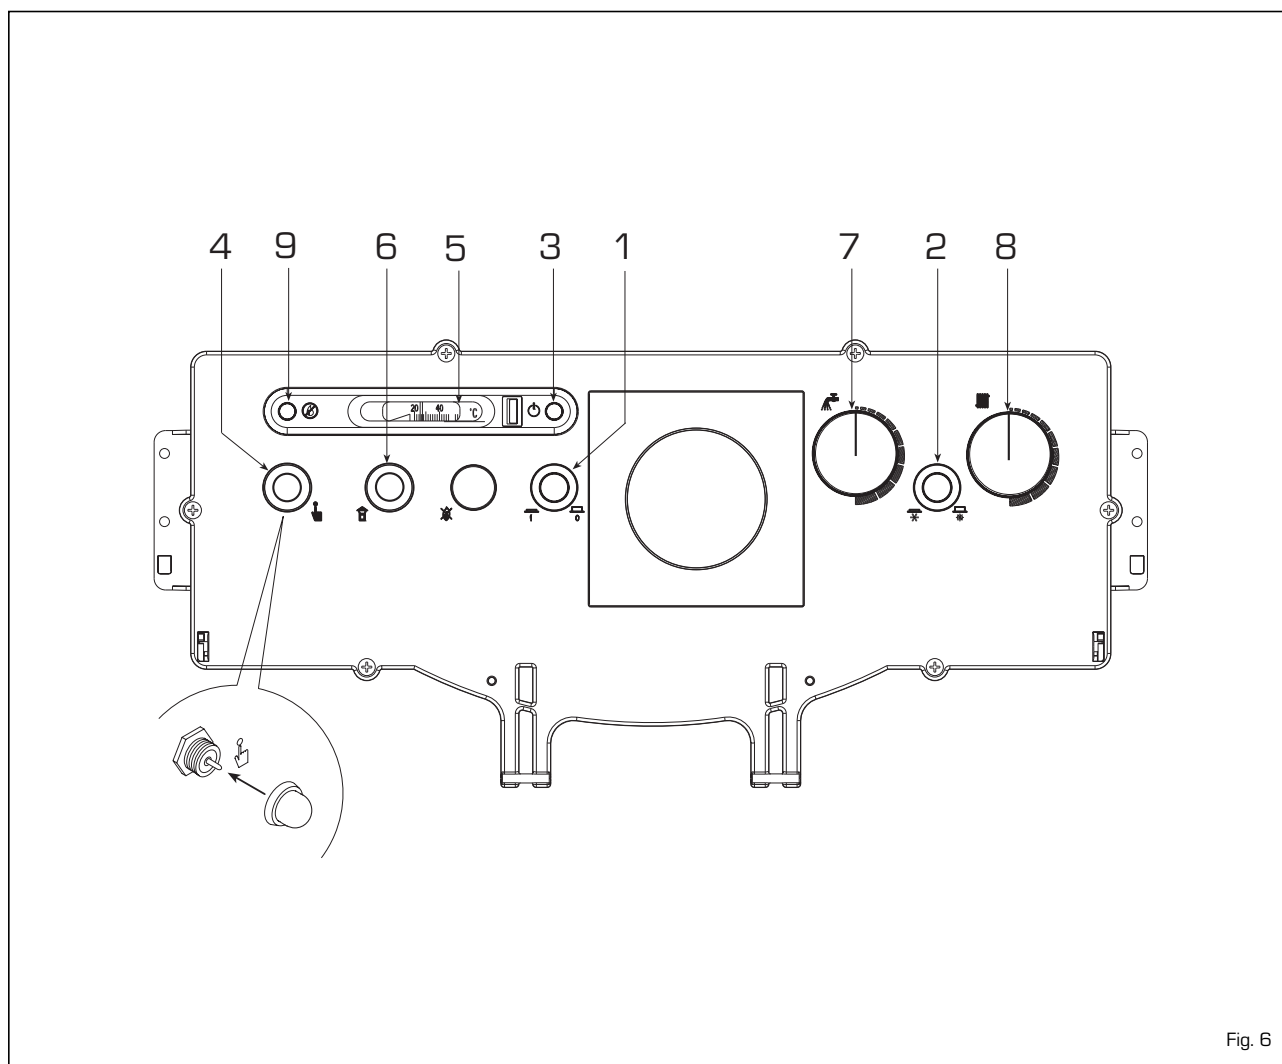

Fig. 6
3.2.1 Acendimento da caldeira (fig. 6)
- para garantir um rendimento ideal da caldeira, evitando possíveis formações de condensação, aconselha-se regular o botão do termostato da caldeira (8) numa temperatura não inferior a 60°C. O valor da temperatura programada é controlado no termómetro (5).
3.2.2 Termóstato de segurança (fig. 6)
3.2.3 Enchimento do equipamento (fig. 6)
3.2.4 Desligar a caldeira (fig. 6)